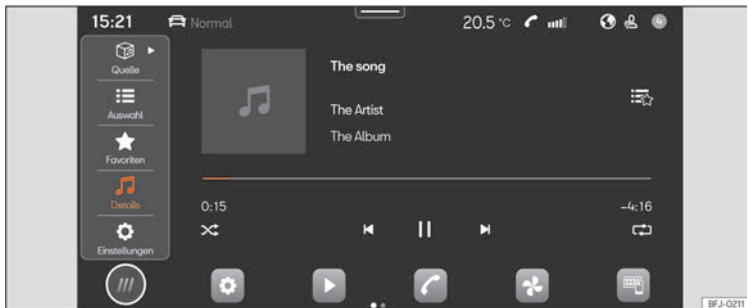

Abb. 155 Schematische Darstellung: Ansicht Medien
- Drücken Sie **HOME > ► >>> Abb. 155.**